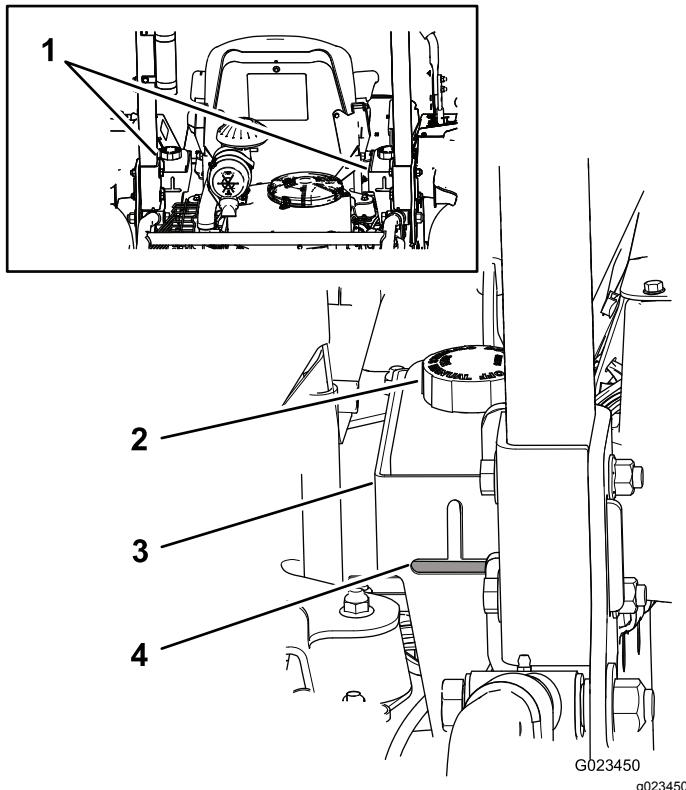

Figure 17
Les réservoirs de la machine sont remplis à l'usine de liquide hydraulique de haute qualité. Le moment le plus propice pour contrôler le niveau du liquide hydraulique est quand il est froid. La machine doit être dans la configuration de transport. Si le niveau de liquide est en-dessous du haut de la partie horizontale du regard de niveau situé à l'arrière des réservoirs hydrauliques (Figure 17), faites l'appoint jusqu'à ce que le niveau d'huile soit acceptable. **Ne remplissez pas les réservoirs excessivement.** Si le niveau de liquide atteint le haut de la partie horizontale du regard de niveau, il n'est pas nécessaire de faire l'appoint. Le liquide de remplacement recommandé est le suivant :
Remarque: Le niveau de liquide doit atteindre le bas de chaque ouverture, comme montré à la Figure 17.
- A. Nettoyez la surface autour des bouchons des réservoirs de liquide hydraulique pour éviter que des impuretés ne pénètrent dans le système (Figure 17).